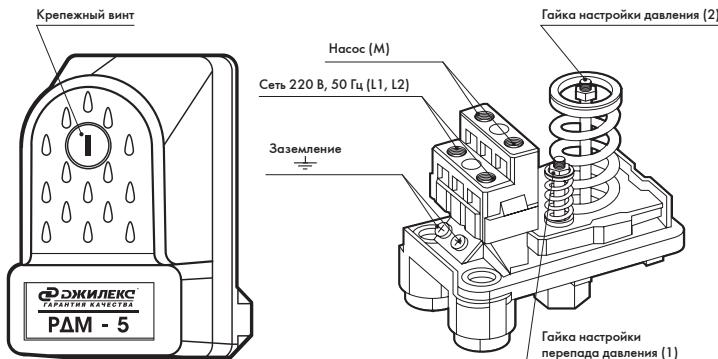

Рисунок 6
- отвинтив крепежный винт (рисунок 6), снимите крышку реле. Верхний и нижний предел давления «РДМ-5» регулируется гайкой (2), фиксирующей положение пружины. Чтобы увеличить значение верхнего и нижнего предела давления, закручивайте гайку по часовой стрелке. Чтобы уменьшить, откручивайте гайку против часовой стрелки.